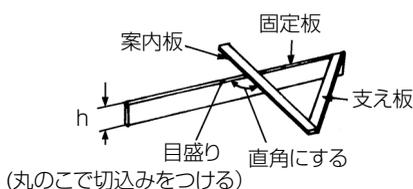

図 21
板材で図 21 のような定規を作ってご使用になりますと、長尺物の切断や、胴付き加工などに安定した作業ができます。
1. 作り方………図 21 参照